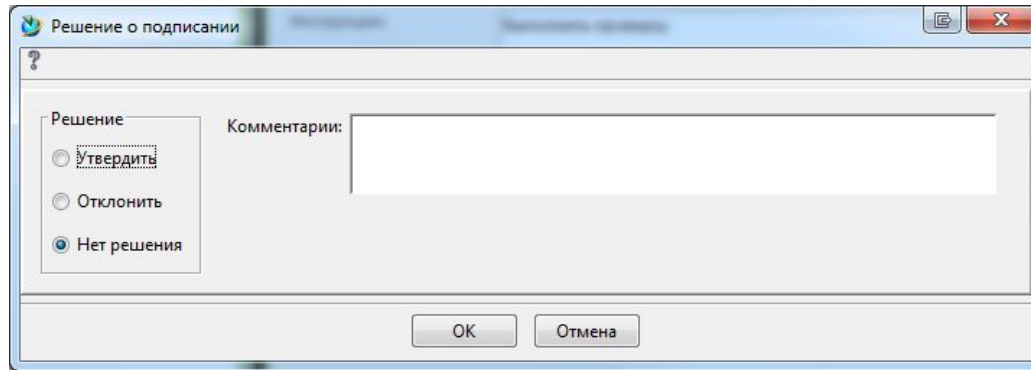

Рис. 51
9. В появившемся окне необходимо выбрать **Решение** и оставить какой-либо комментарий, и нажать клавишу **Ок** (рис.51). При **Утвердить** объект пойдет на следующий этап проверки, при **Отклонить** вернётся на доработку